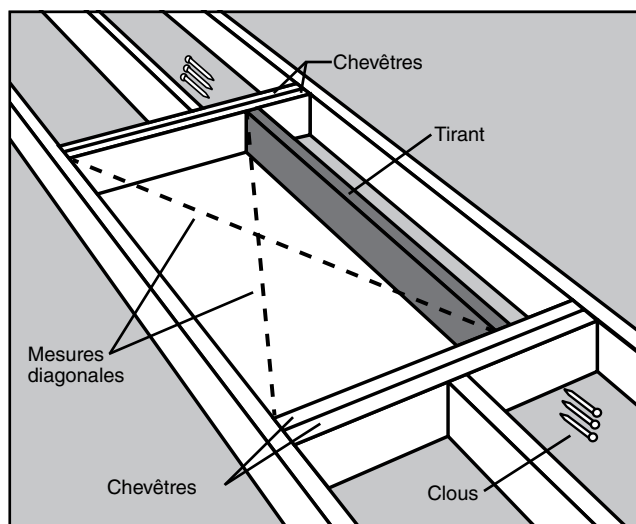

FIGURE 18
- ÉTAPE 4.** Positionnez la ou les entretoises le long du ou des côtés non-encadrés de votre emplacement (Voyez la Figure 18). Vérifiez que les dimensions intérieures de l'encadrement restent à au moins 57.1 x 137.2 cm (W2208, W2210 et WU2210) ou 63.5 x 137.2 cm (W2508 et W2510).
- ÉTAPE 5.** Pour fixer le ou les tirants sur les chevêtres, utilisez des clous qui soient suffisamment longs pour traverser les deux chevêtres et entrer dans le tirant d'au moins 2.5 cm. Mettez la ou les entretoises perpendiculairement aux rives et plantez (3) clous 16d au travers des rives et dans l'entretoise. Vérifiez la perpendicularité, puis clouez à l'autre extrémité. Vérifiez la perpendicularité des côtés de l'ouverture en mesurant ses diagonales. **Ces mesures doivent être égales à 3 mm près pour que la perpendicularité soit acceptable** (Voyez la Figure 18).